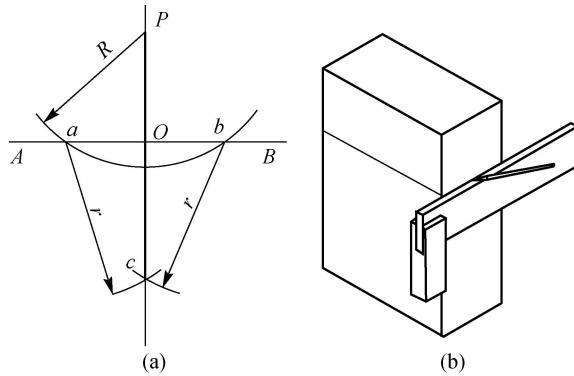

图 1-16 划垂直线
(1)用作图法划垂直线。以被作垂线上某一已知点 P 为圆心,以适当 R 为半径划弧,与已知直线相交于两点 a,b ;以 a,b 为圆心,以 r 为半径划弧,两弧交于 c ;连接 P,c 与已知直线交于 O,PO 即为所作垂线,如图 1-16(a)所示。
(2)用直角尺划垂直线。在要求划与某一平面垂直的加工线时,可用直角尺根据该平面来划出,如图 1-16(b)所示。